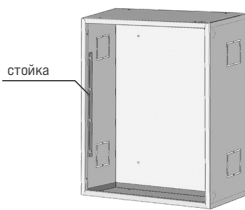

Рисунок 5
- 2) Корпус 1 перевернуть дном вверх, чтобы стойка шкафа расположилась слева (рисунок 5)